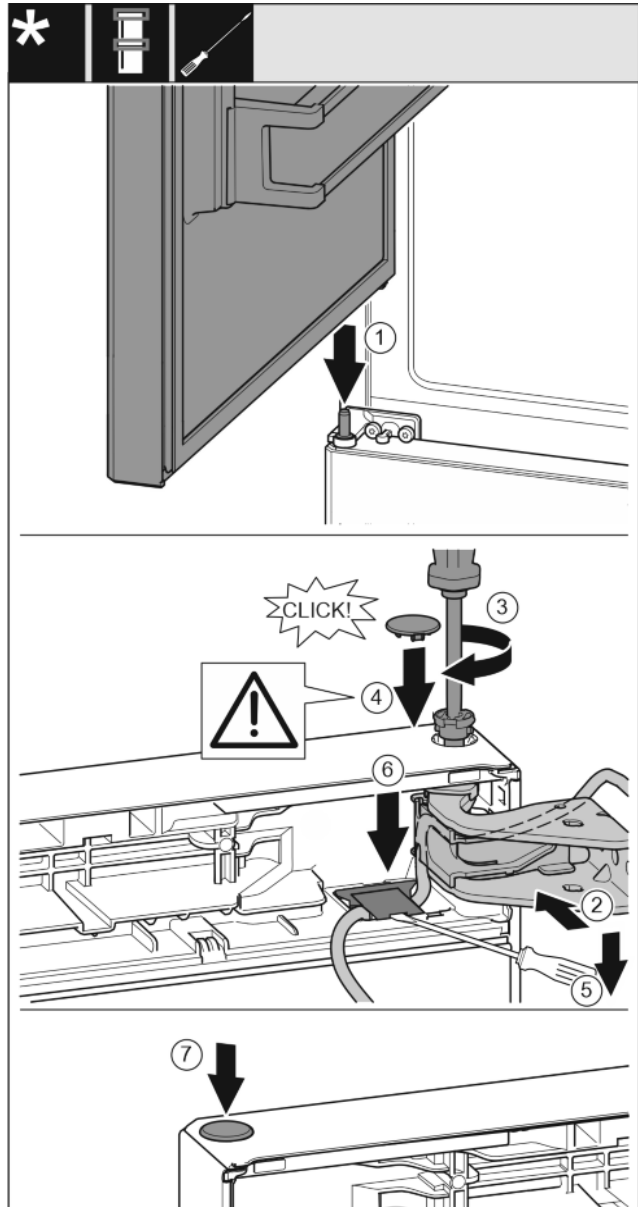

Fig. 33
- ▶ Встановлення верхніх дверцят на середній опорний палець Fig. 33 (1)
- ▶ Вирівняйте дверцятка зверху по отвору в опорному кронштейні. Fig. 33 (2)
- ▶ Вставте палець та закрутіть за допомогою викрутки T15. Fig. 33 (3)
- ▶ Встановіть захисну кришку для захисту дверцят: вставте захисну кришку і проконтролюйте, щоб вона прилягала до дверцят. Якщо це не так, повністю вставте палець. Fig. 33 (4)
- ▶ З допомогою шліцевої викрутки підняти і витягнути кришку. Після цього вставити кабель під. Fig. 33 (5)
- ▶ Знову вставити кришку та натиснути донизу, поки вона не зафіксується. Fig. 33 (6)
- ▶ Вставте пробку. Fig. 33 (7)